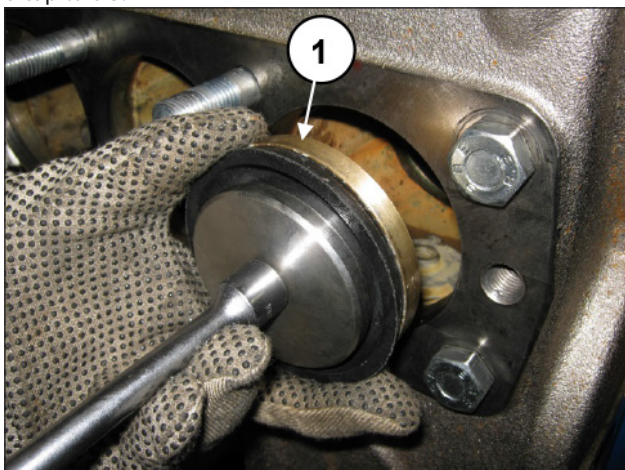

Fig. 131
Com a ajuda de uma chave em T, insira o conjunto da junta do pistão dentro do cilindro (pos. ①, Fig. 131) com o grupo do espaçador do pistão no PMS, prestando atenção para não causar danos nas bordas da junta.